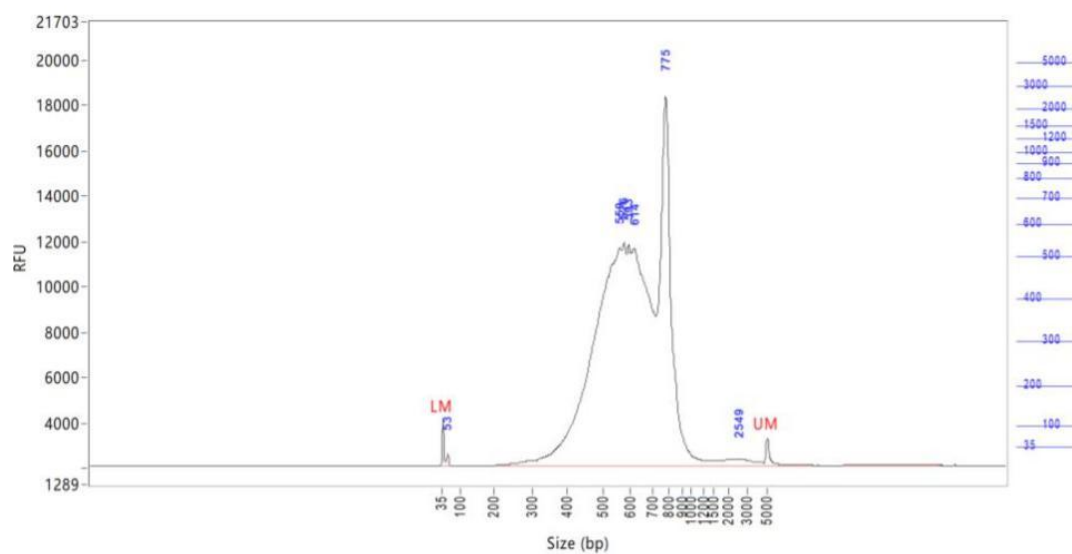

图 9 全长免疫受体富集文库质检图
3. 质检图参照图 9，主峰片段范围须在 500bp-650bp 之间，30bp-400bp 占比<10%，富集文库会出现 700bp(TCR)、800bp(BCR)打不断的片段，属于正常现象，特异峰占比应不超过 45%。若存在 200bp 左右小尖峰凸起，可 0.8×纯化后送测。